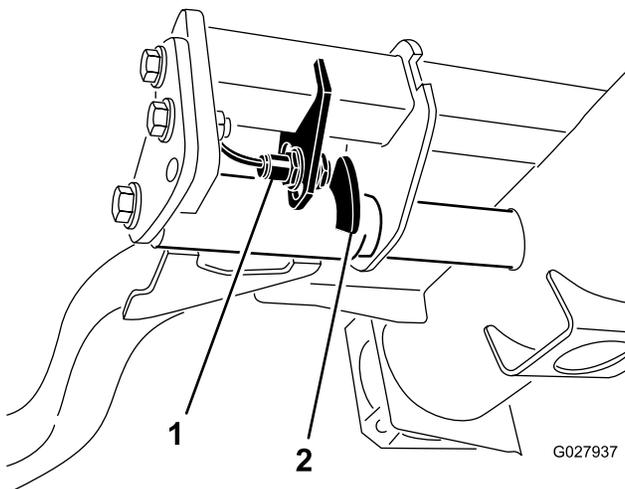

Figura 66
2. L'interruttore del braccio di sollevamento è situato sotto il serbatoio idraulico, dietro il braccio di sollevamento anteriore destro (Figura 66).
3. Allentate le viti di attacco dell'interruttore e abbassate l'interruttore per aumentare l'altezza d'inversione del braccio di sollevamento o alzate l'interruttore per ridurla (Figura 66).